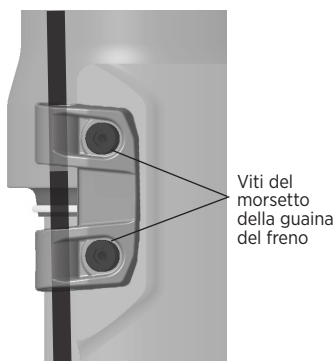

Figura 5: Installare le viti del morsetto della guaina del freno
2. Far passare la guaina o l'alloggiamento del cavo del freno a disco anteriore lungo la parte interna del tubo inferiore sinistro. Quindi, installare la guaina del freno nell'apertura presente sul morsetto della guaina del freno. Verificare che la guaina del freno presenti una lunghezza sufficiente nel percorso interno in modo tale che il tubo superiore non entri in contatto con la guaina del freno durante la compressione della forcella. Utilizzare una chiave esagonale da 2,5 mm installando le due viti del morsetto della guaina del freno senza stringerle (Figura 5), dal momento che saranno necessarie ulteriori regolazioni in una fase successiva.